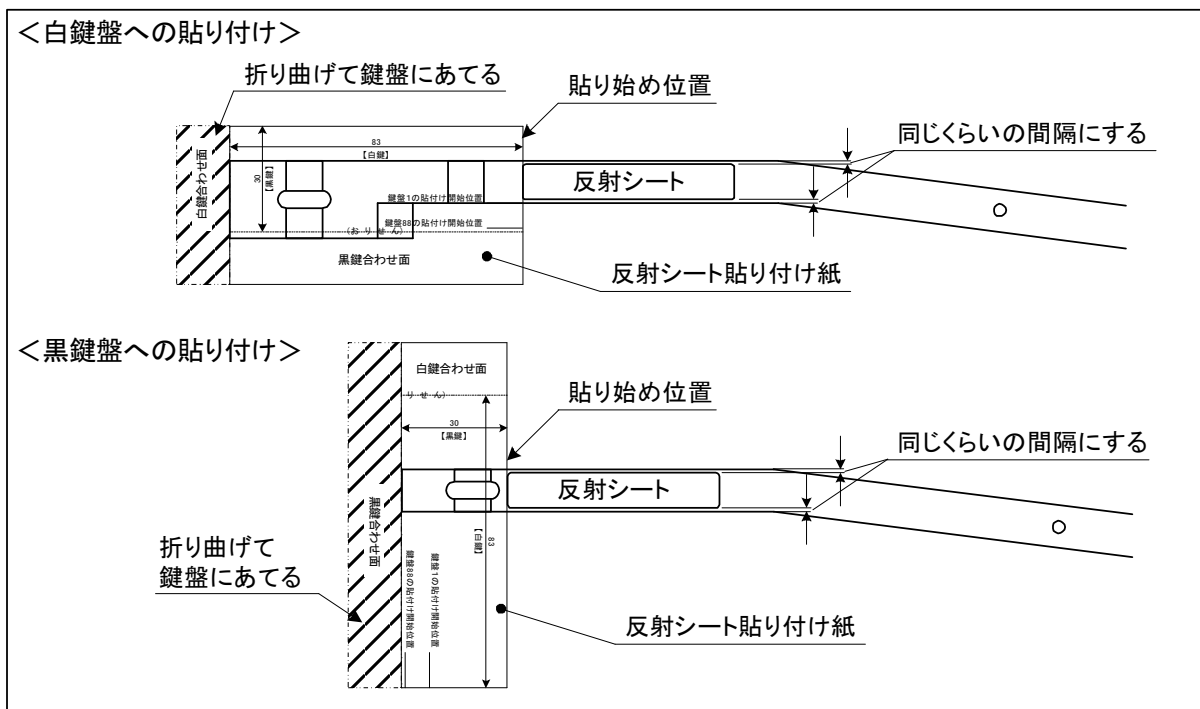
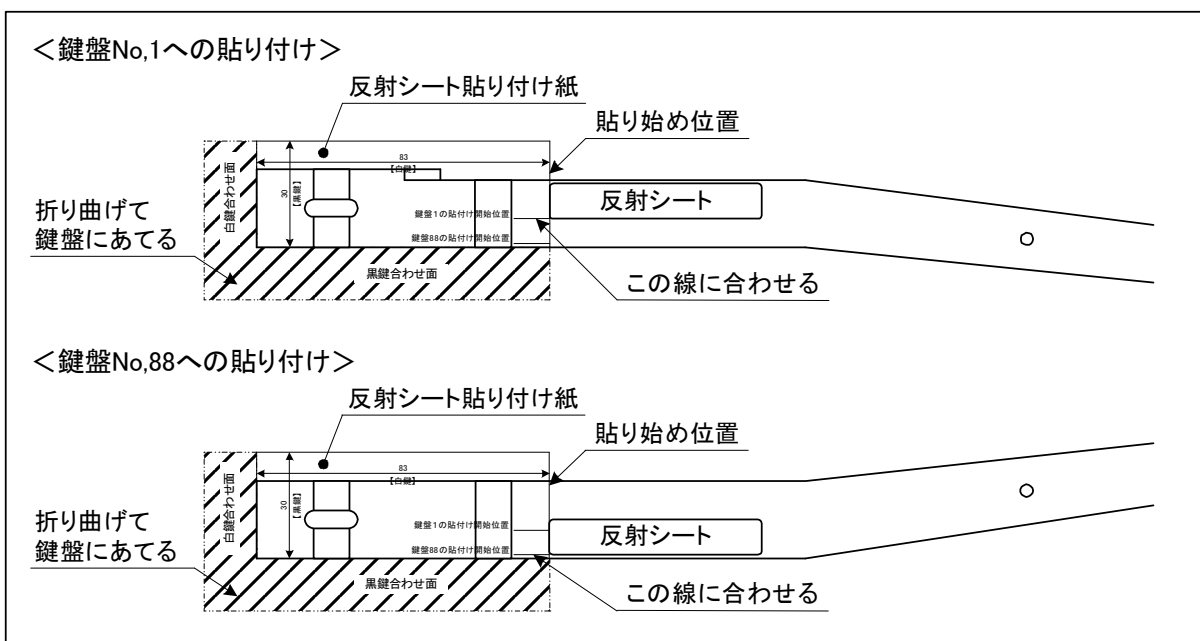

図3.3-7 反射シートの貼り付け
図3.3-8 白鍵No. 1とNo. 88への貼り付け
- (6) 白鍵盤と黒鍵盤から1本ずつを選び、反射シート貼り付け紙を用いて、反射シートを貼り付ける。反射シート貼り付け紙の白鍵盤は【白鍵合わせ面】、黒鍵盤は【黒鍵合わせ面】をそれぞれに折り曲げ、鍵盤の先端部に当てて、各鍵盤用の間隔を取り貼り付ける。(図3.3-7を参照)尚、鍵盤No. 1とNo. 88は反射シートを貼る場所の幅が広がっているので、図3.3-8の様に、反射シート貼り付け紙の【白鍵合わせ面】と【黒鍵合わせ面】の両面を折り曲げ、鍵盤の先端部と側面部の両面に当てて、鍵盤先端からと側面の両方向から間隔を取って貼り付ける。
(7) 反射シートを貼り付けた鍵盤をピアノに取り付け、キーボードユニットのセンサーと反射シートの位置関係を確認する。反射シートの下にセンサーがある場合は、図3.3-7と図3.3-8の要領で全ての鍵盤に反射シートを貼り付ける。もし、センサーが外れている場合は、センサーに合わせて反射シートの位置を変えて貼り直し、残り全ての鍵盤も同じ位置に貼り付ける。